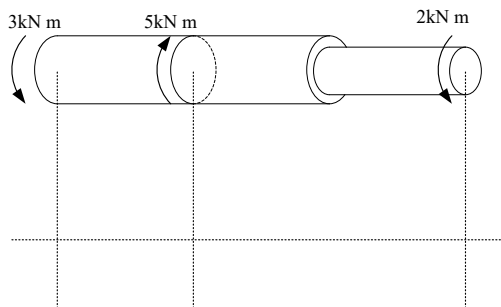

图 2
4、如图 2 所示传动轴，画出传动轴扭矩图。(本题 4 分)